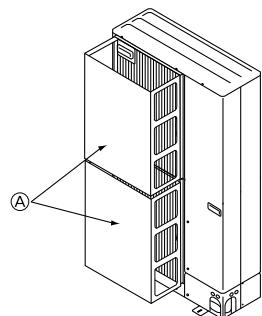

Fig. 2-4
- ② Τοποθετήστε έναν προαιρετικό οδηγό αέρα, αν πρόκειται να εγκαταστήσετε τη μονάδα σε σημείο όπου υπάρχει το ενδεχόμενο να φυσούν απευθείας στο στόμιο εξαγωγής του αέρα πολύ δυνατοί άνεμοι κτλ. (Fig. 2-4)